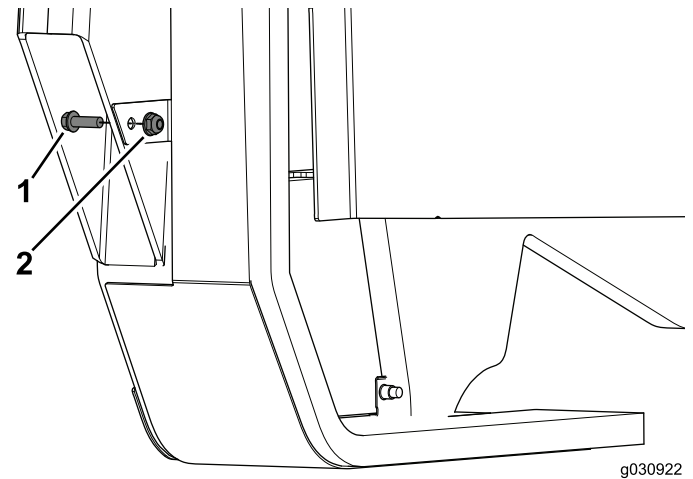

Figure 28
4. Utilisez le boulon (1/4 x 3/4 po) et l'écrou à embase pour terminer le montage du panneau (Figure 28).